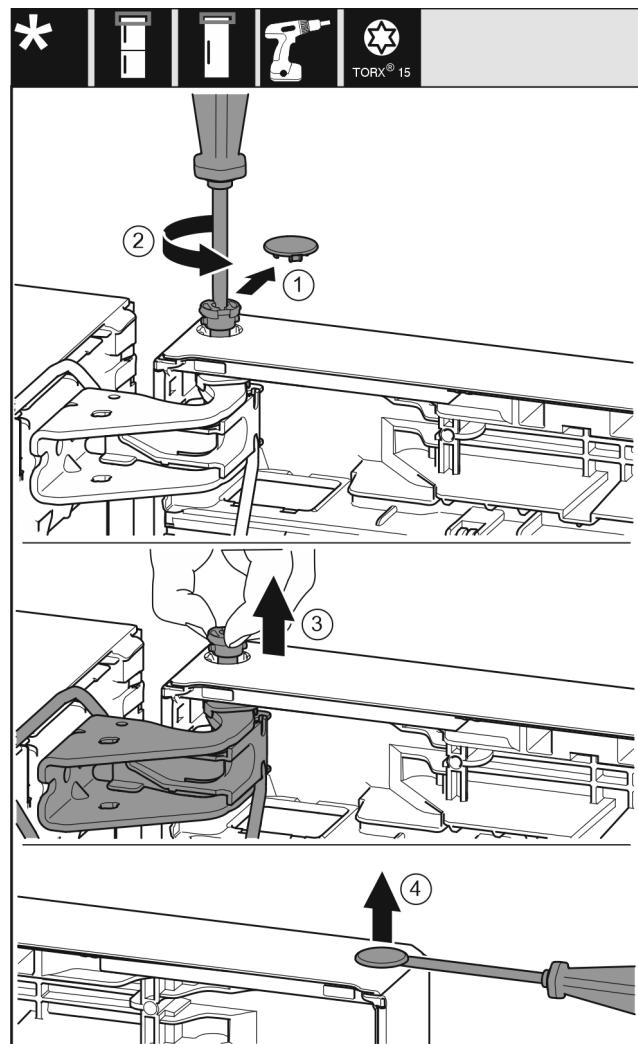

Fig. 22
- Sicherungsabdeckung vorsichtig abziehen. Fig. 22 (1)
- Bolzen mit Schraubendreher T15 ein Stück herausdrehen. Fig. 22 (2)
- Tür festhalten und Bolzen mit den Fingern herausziehen. Fig. 22 (3)
- Stopfen aus der Türlagerbuchse vorsichtig mit einem Schlitzschraubendreher anheben und herausziehen. Fig. 22 (4)